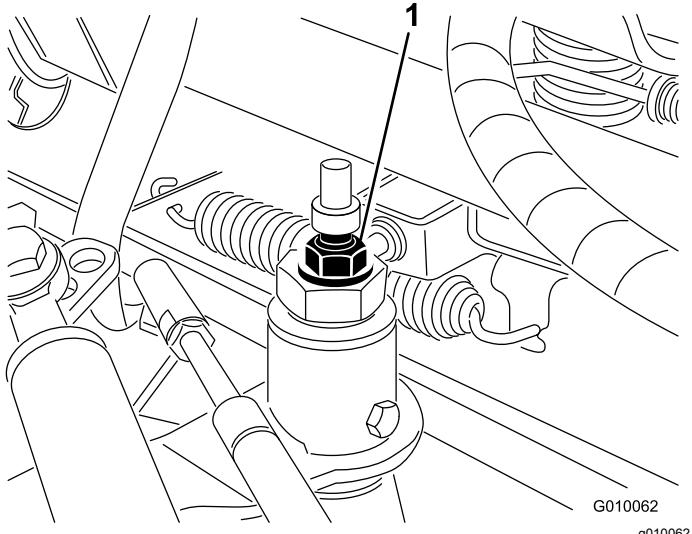

Figura 55
- Desaperte a porca de bloqueio no excêntrico de tração (Figura 55).